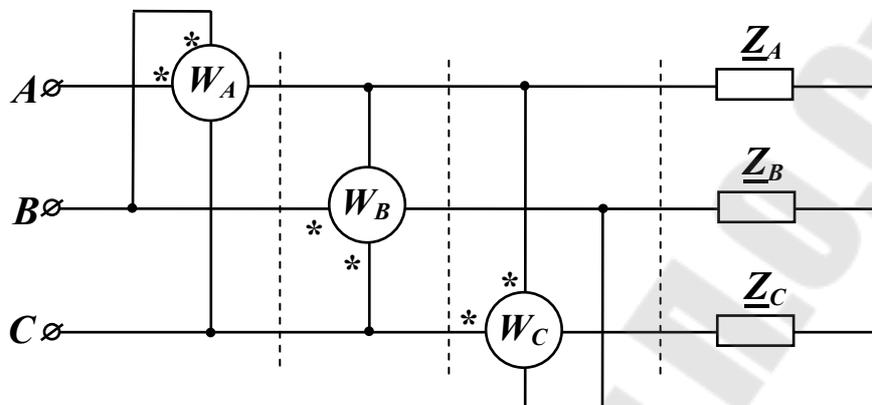

Рис. 8.3
Реактивную мощность симметричной нагрузки можно измерить и одним ваттметром. Три равноценных способа включения ваттметра в трехпроводную цепь для измерения реактивной мощности симметричной нагрузки показаны на рис. 8.3.
Если же нагрузка несимметрична, то для измерения ее реактивной мощности применяются все три показанных на рис. 8.3 включения ваттметра. Реактивная мощность несимметричной нагрузки равна сумме показаний этих трех ваттметров, деленной на $\sqrt{3}$:
4. В цепь с нагрузкой, использованной в п. 3, включить ваттметр одним из способов, показанных на рис. 8.3. Определить реактивную мощность нагрузки с помощью формулы (8.4), результат занести в табл. 8.3 и сравнить с результатом выполнения п. 3.
5. Собрать трехпроводную цепь по схеме рис. 8.3, используя нагрузку, применявшуюся в п. 1. Определить реактивную мощность методом трех ваттметров, используя формулу (8.5). Результат занести в табл. 8.3.